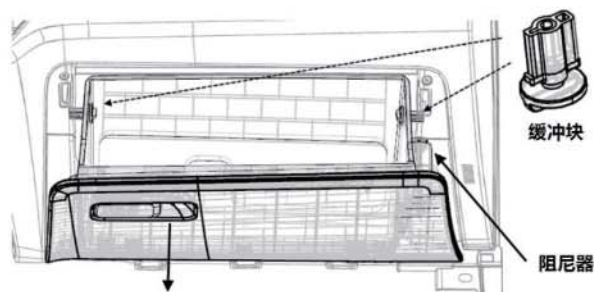

图 1-16 杂物箱总成示意图
(1) 打开杂物箱, 将杂物箱箱体两侧的缓冲块旋松拆除 (或者旋至不与下本体总成干涉即可);
(2) 将杂物箱开启到极限, 将右侧阻尼拆离杂物箱;
(3) 杂物箱绕转轴旋转一定合适角度后, 沿朝向身体方向水平向内拉杂物箱, 即完成杂物箱的拆卸; 见图 1-16。